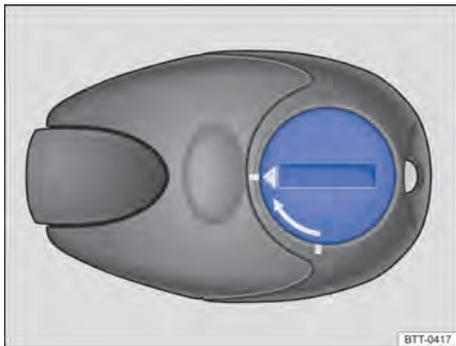

Fig. 187 Aquecimento estacionário: cobertura da bateria do controle remoto.
- Girar a fenda com uma ferramenta obtusa, plana, por exemplo, uma moeda, no sentido contrário ao da seta, até a marcação → Fig. 187.